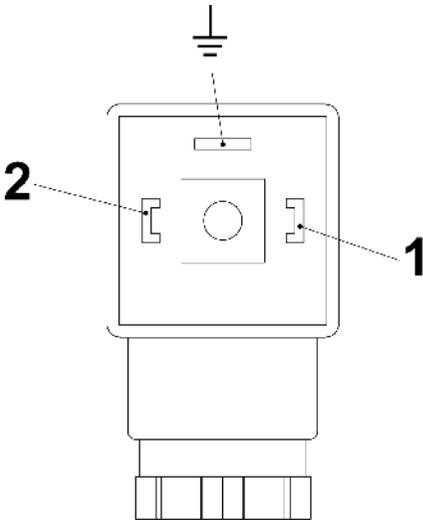
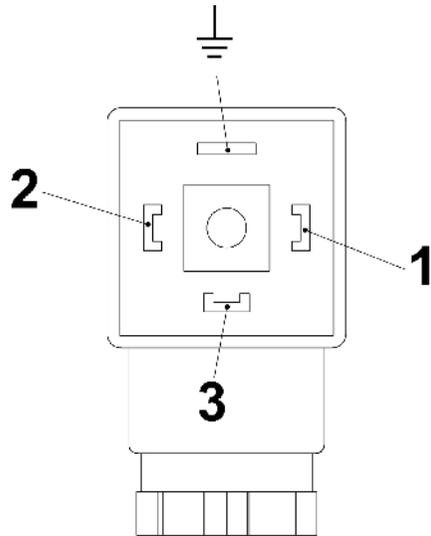

Abb. 23: Pin-Belegung Steckerdose Schließer (Form 30x70)
Abb. 24: Pin-Belegung Steckerdose Wechsler (Form 30x70)
6. ➤ Anschluss gemäß den Anschlussbildern (Abb. 23 und Abb. 24) vornehmen